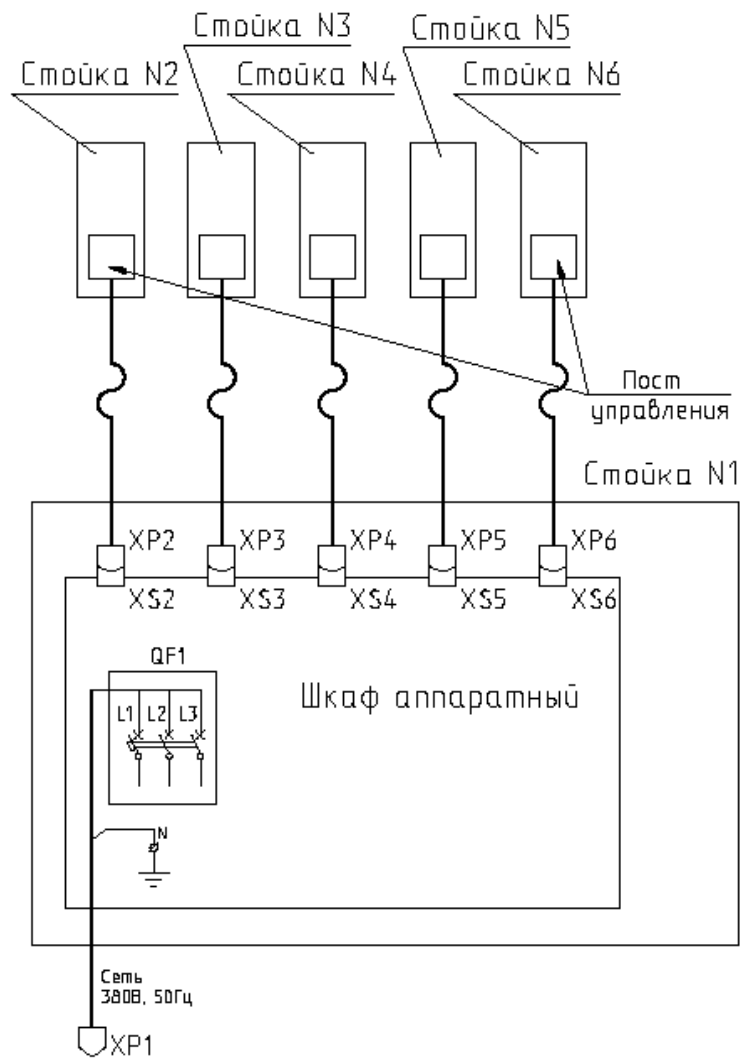

Рис. 4. Схема электрическая соединений подъемника ПП-15
4.4. Перечень элементов схемы электрической принципиальной приведен в таблице № 1. Схема электрическая соединений приведена на Рис. 4.